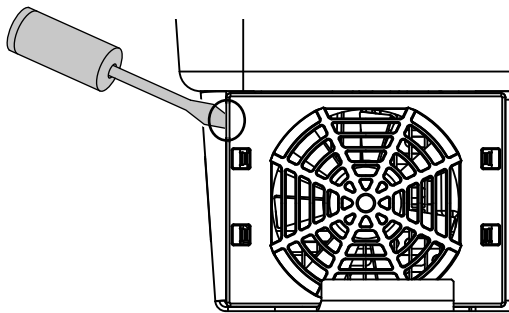

Fig. 73: Løsn ventilatorgitteret
2. Afmonter ventilatoren. Isæt en skruetrækker ved ventilatorgitterets kant, og tryk en smule på ventilatorgitteret.  **Fig. 73**